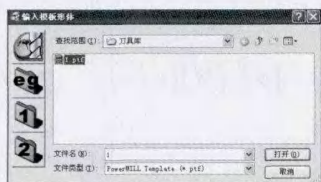

图10 输入模板形体
(5) 初始化PowerMILL后，单击主菜单栏的“插入”按钮，选择模板形体，输入刀具库模板，如图10所示。